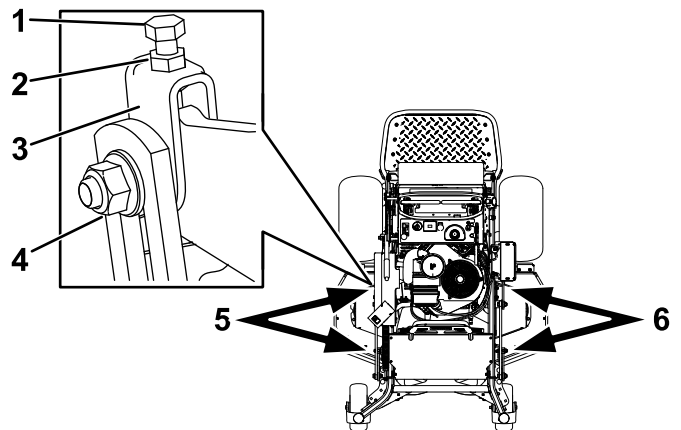

Bild 95
1. Lockern Sie die seitliche Mutter und Klemmmutter in den Jochs, die Sie einstellen möchten (**Bild 95**).
2. Drehen Sie die obere Schraube der Jochs, um die Höhe des Mähwerks einzustellen (**Bild 95**).